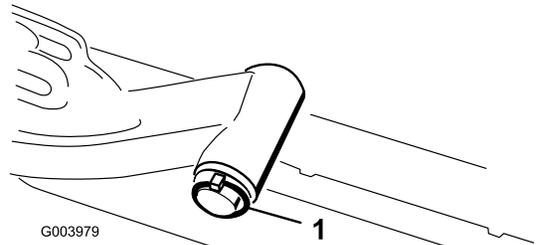

図 11
- A. 昇降アームのピボットシャフトを昇降アームに固定しているリンチピンとワッシャを外し、昇降アームからピボットシャフトを抜き出す (図 11)。
- C. 昇降アームのシャフトを昇降アームに差し込み、ワッシャとリンチピンで固定する (図 11)。